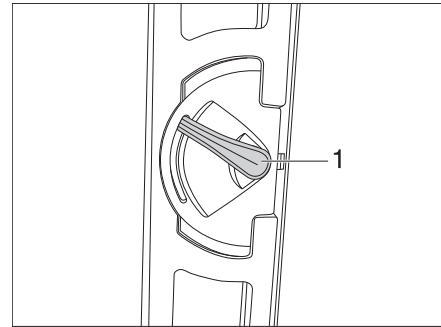
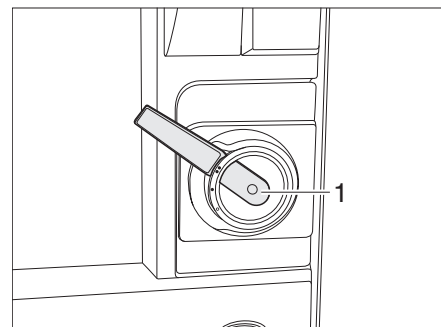

Fig. 22 Variante 1: Serrure de la porte de cellule, à l'intérieur, verrouillée
Fig. 24 Variante 2: Serrure de la porte de cellule, à l'intérieur, verrouillée
- Pousser la poignée de porte (Fig. 22,1 ou Fig. 24,1) d'env. 45° vers le haut et la laisser dans cette position.